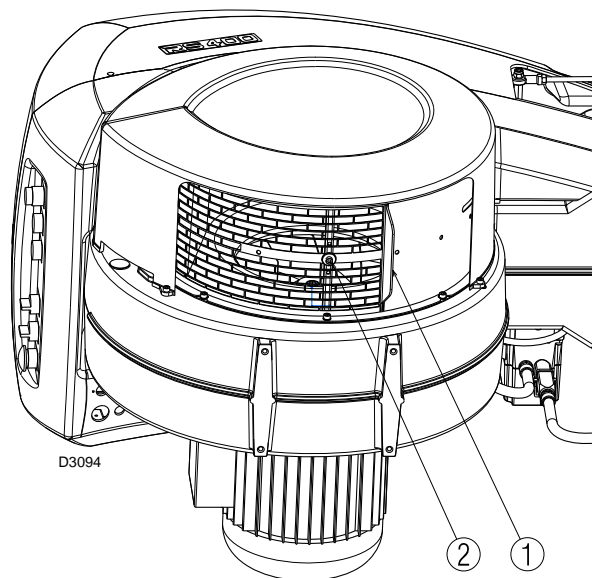

Fig. 45
- Desserrer la vis 2) (Fig. 45) sous la prise d'air du brûleur et refermer la grille 1) progressivement jusqu'à obtenir la puissance voulue.